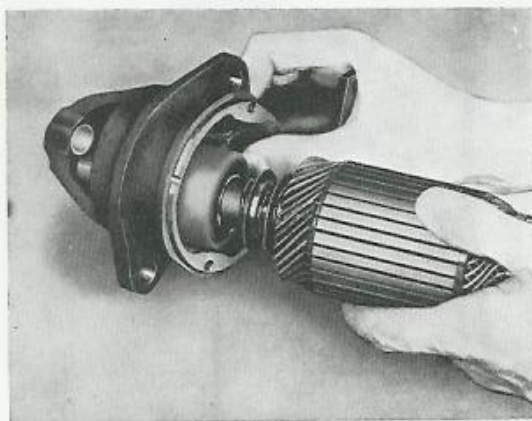

Bild 79. Demontering av drev och rotor, tid. utf.
5. Lyft ur rotorn med drev ur drevhuset, bild 79. Detta låter sig göras sedan ledskraven till magnetkopplargaffeln skruvats loss.